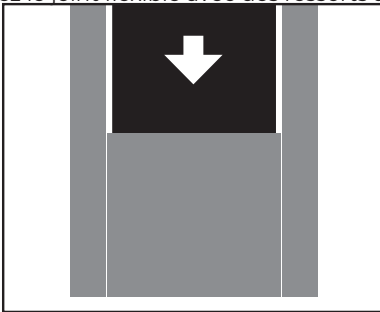

Fig. 24
3. Faites passer le joint flexible dans la fente du corps de levage (Fig. 24).